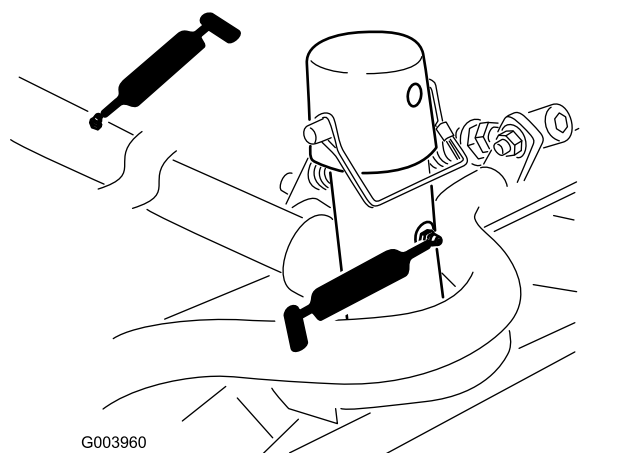

Bild 76
- Schneideinheitträgerrahmen und Drehzapfen (2) (Bild 76)